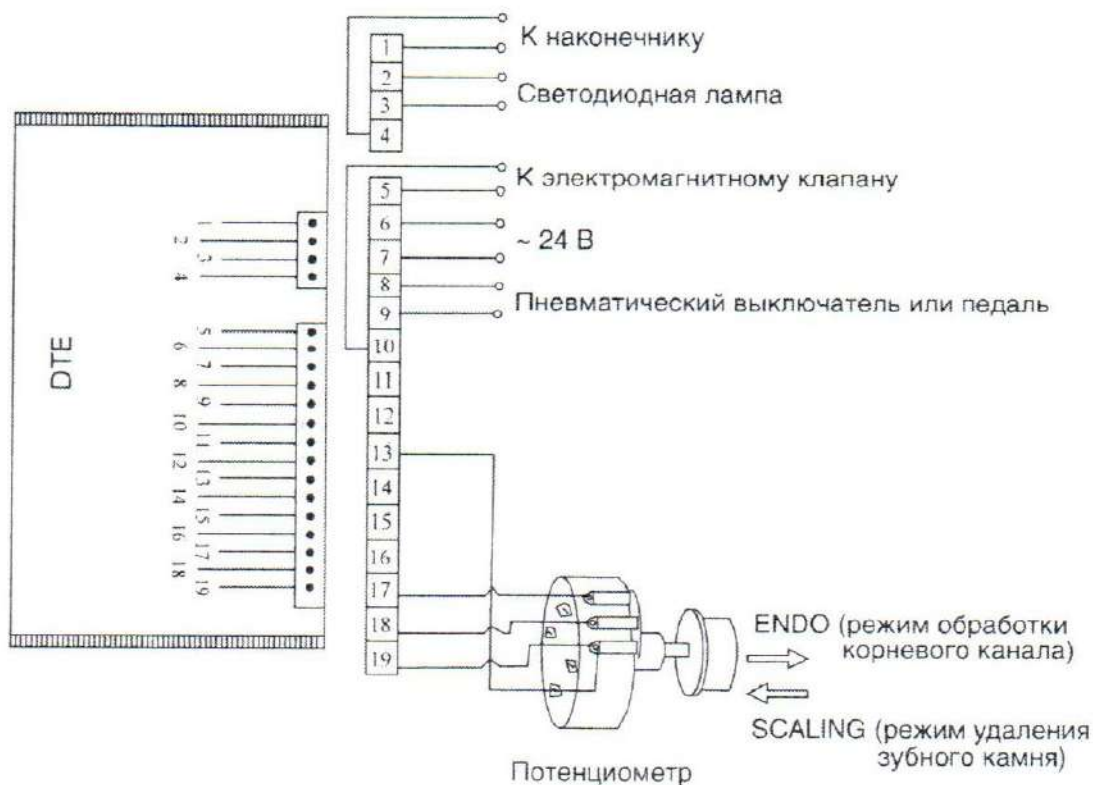

Рис. 1
Подключения показаны на рис. 1.
- Подключите питание и пневматический выключатель (или педаль) как показано на рис. 1.